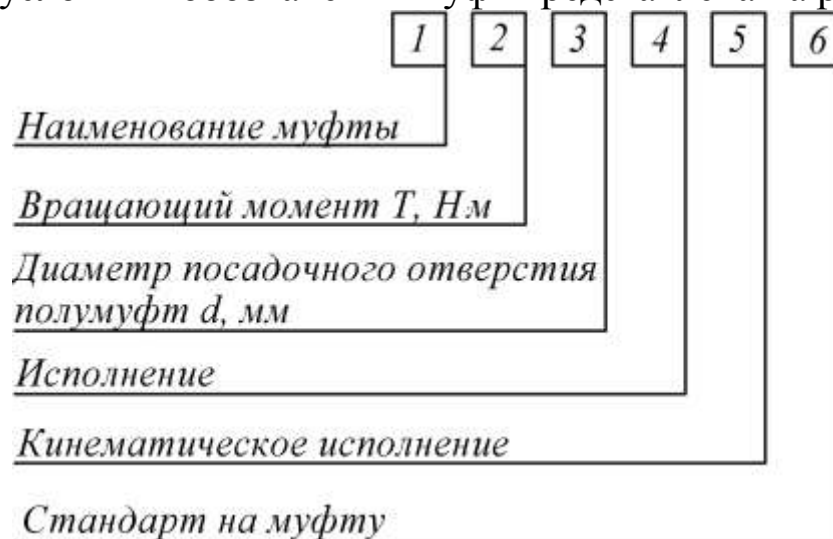

Рис. 5. Условное обозначение муфт приводов
При соединении полумуфт в разных исполнениях и с различными диаметрами посадочных отверстий в обозначении муфты позиции 3 и 4 (рис. 5) повторяют.
9.6. Установите условное обозначение муфт (см. рис. 5).